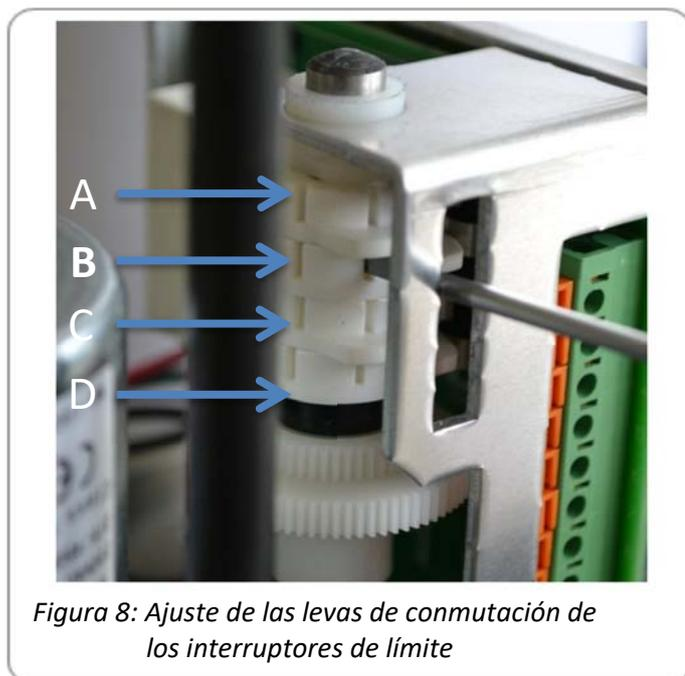

Figura 8: Ajuste de las levas de conmutación de los interruptores de límite
- Gire la leva del interruptor de límite CERRADO (figura 8, pos. D) con un destornillador adecuado (ancho de hoja de 4 mm) en el sentido de las agujas del reloj hasta que oiga el clic del microinterruptor.
- Gire la leva del interruptor de límite ABIERTO (figura 8, pos. C) con un destornillador adecuado (ancho de hoja de 4 mm) en sentido contrario a las agujas del reloj hasta que se oiga el clic del microinterruptor.
Utilice el puente (Figura 8, Pos. E) como soporte para el destornillador al ajustar las levas.
- Gire la leva del interruptor de posición CERRAR (figura 8, pos. B) con un destornillador adecuado (hoja de 4 mm de ancho) en el sentido de las agujas del reloj hasta que se oiga el clic del microinterruptor.
- Gire la leva del interruptor de límite de ABIERTO (figura 8, pos. A) con un destornillador adecuado (ancho de hoja de 4 mm) en sentido contrario a las agujas del reloj hasta que se oiga el clic del microinterruptor.